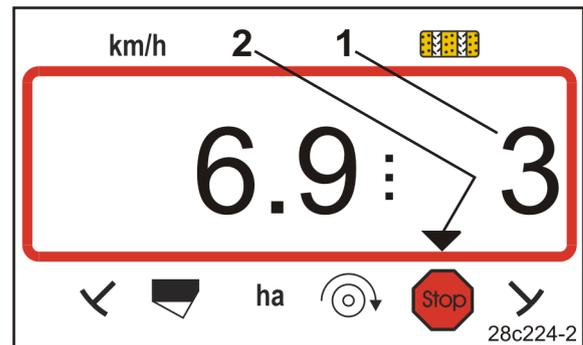

Fig. 23
- Im Display blinkt die Ziffer (Fig. 23/1) des Fahrgassenzählers.
- Das Kontrollzeichen (Fig. 23/2) markiert das Stop-Zeichen.